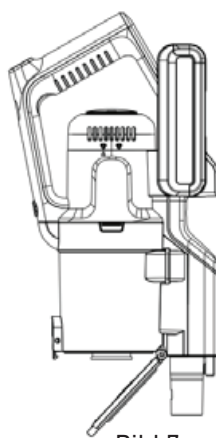

Bild 7
1. Placera dammbehållaren över en soptunna, tryck sedan på spaken på framsidan av behållaren för att öppna basen (Bild 7) och töm behållaren. Knacka försiktigt behållaren mot soptunnans sida för att ta bort eventuellt envist damm.